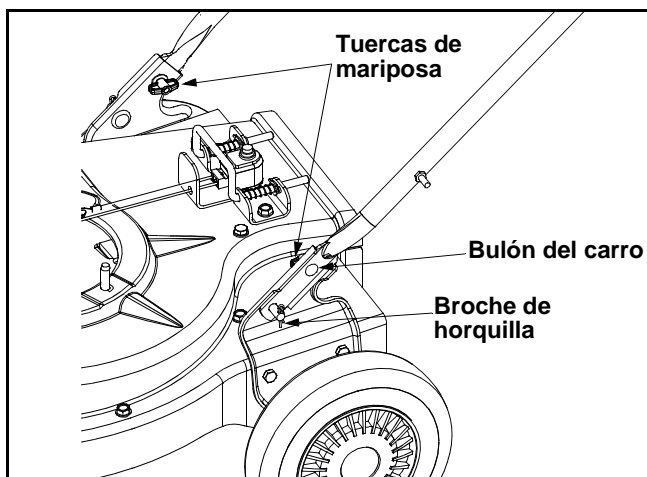

Figura 2
- Saque los broches de horquilla de los soportes de la manija de la aspiradora para patios y saque los pernos del carro y las tuercas de mariposa de la manija inferior. Ver Figura 2.